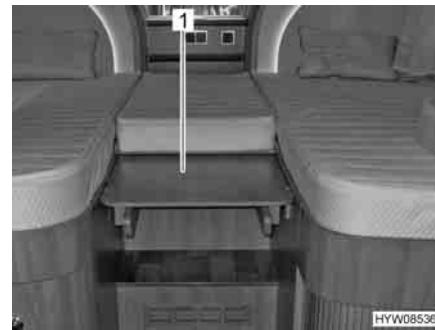

Fig. 88 Estrazione dell'ampliamento
- Afferrare ed estrarre l'ampliamento (Fig. 88,1). Insieme all'ampliamento viene estratta anche la scaletta.